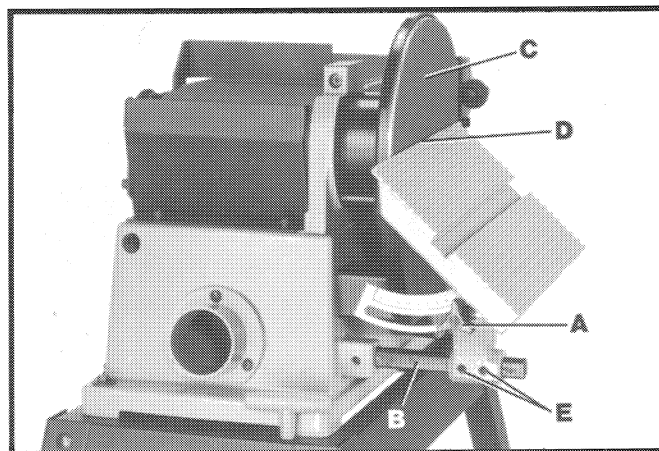

Fig. 27
1. La mesa puede ser inclinada hasta 45 grados a la derecha mediante el aflojado de la perilla de cierre de mesa (A) Fig. 27, inclinando la mesa al ángulo deseado, y apretando la perilla de cierre de mesa nuevamente (A).
2. **ADVERTENCIA: DESPUES DE LA INCLINACION, EL CONJUNTO DE LA MESA DEBE SER SITUADO NUEVAMENTE SOBRE LA VARA DE APOYO (B) FIG. 27, PARA PROPORCIONAR UNA DISTANCIA MAXIMA DE 1/16 PULG. ENTRE EL DISCO DE LIJADO (C) Y EL BORDE (D) DE LA MESA, EVITANDO ASI ATRAPAR EL MATERIAL O LOS DEDOS ENTRE EL DISCO Y LA MESA. PARA SITUAR EL CONJUNTO DE LA MESA NUEVAMENTE, AFLOJE LOS DOS TORNILLOS (E), MUEVA EL CONJUNTO DE LA MESA SOBRE LA VARA (B), Y APRIETE EL TORNILLO (E).**